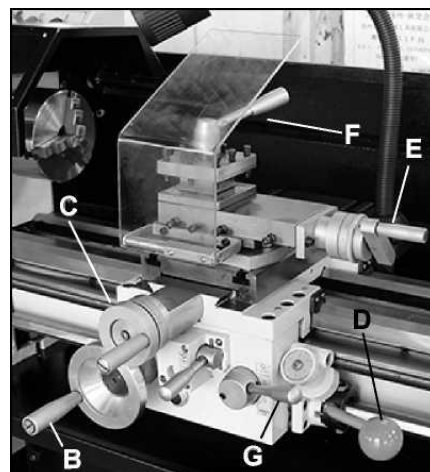

Рис. 15
7. Продольный ход (В, Рис. 15)
8. Маховик поперечной подачи (С, Рис. 15)
9. Пусковой рычаг контргайки (D, Рис. 15)
10. Рукоятка поперечного хода верхнего люнета (Е, Рис. 15)
11. Зажимная рукоятка резцедержателя (F, Рис. 15)
12. Переключатель оси подачи (G, Рис. 15)
Поверните рукоятку (G, Рис. 15) влево и вниз, чтобы включить поперечную подачу. Поверните рукоятку вправо и вверх, чтобы включить продольную подачу.